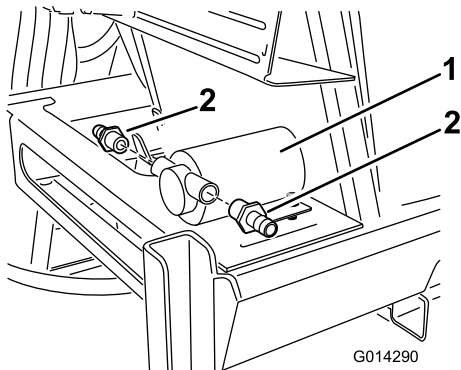

Bild 20
4. Befestigen Sie einen Anschluss am Pumpenzulauf und am Pumpenauslauf (Bild 20).